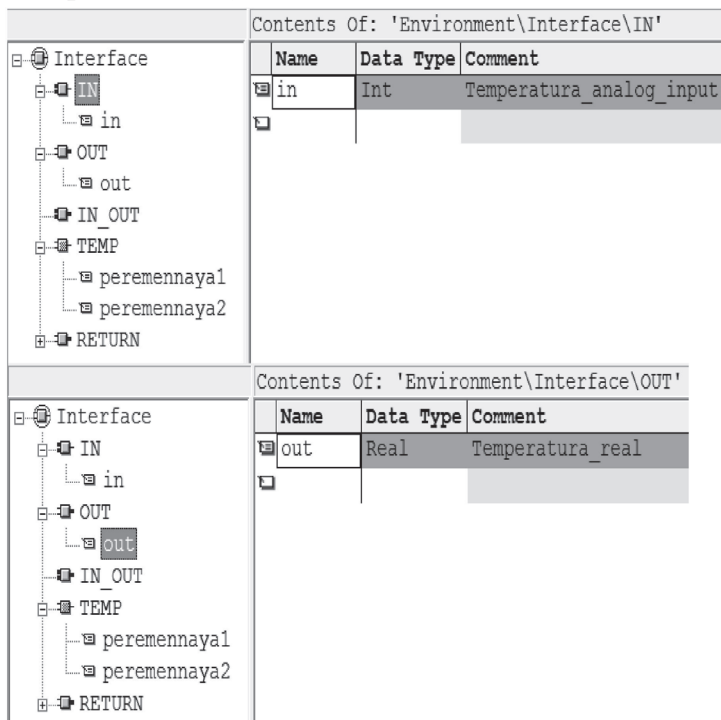

Рис. 2.7. Создание входных и выходных переменных функции
5. Прописываем в папке *Interface* входные и выходные сигналы, другие локальные переменные для данного блока, присваиваем тип переменных (рис. 2.7, 2.8).